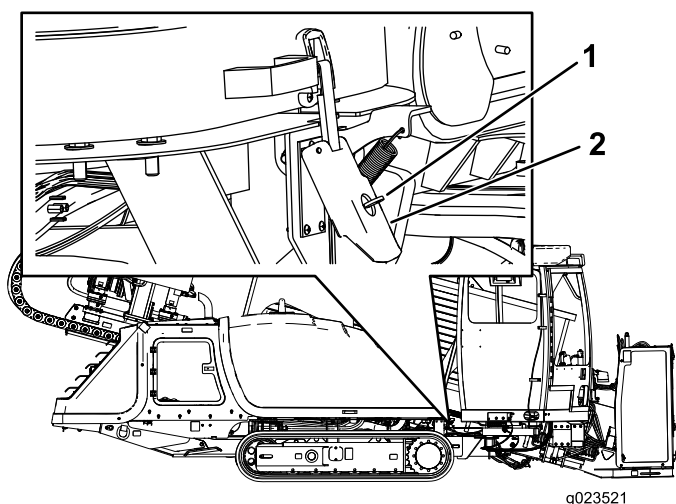

Рисунок 66
2. Поднимите защелку, как показано на Рисунок 66.
Примечание: Убедитесь, что ключ находится в ОТКРЫТОМ (горизонтальном) положении, как показано на Рисунок 66.